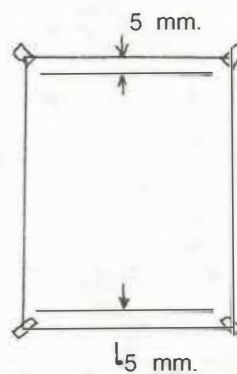

FIG. 18
3. Trace dos líneas horizontales y paralelas medidas la primera a 5 mm. del borde superior y la segunda a 5 mm. del borde inferior (Fig. 18).